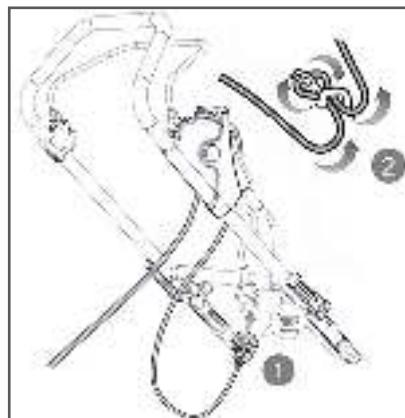

Рис. 8 Фиксация кабеля удлинителя на рабочей рукоятке.
**В целях безопасности, во время работы, кабель необходимо зафиксировать в специальном кронштейне, расположенному на рабочей рукоятке газонокосилки (Рис. 8).**